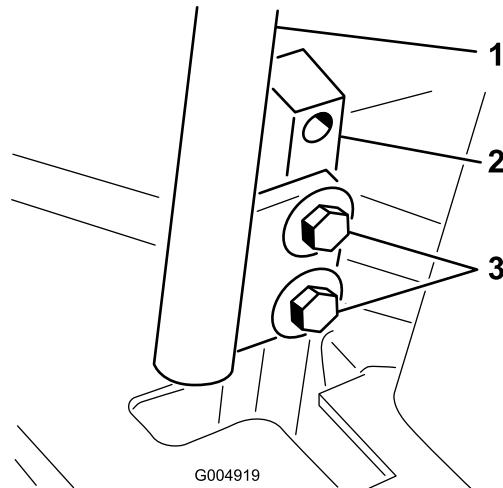

図 68
3. コントロールレバーを固定しているボルトをゆるめる（図 68）。